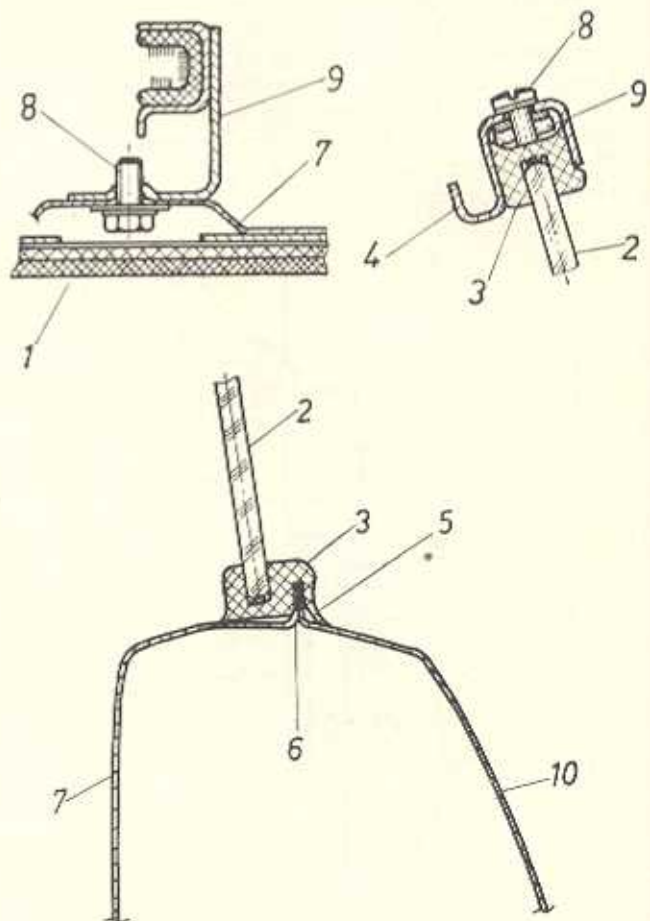

Bild K 34. Seitenscheibe der Hintertür
2. Ausbau der versenkbaren Scheibe der hinteren Tür (Bild K 34)
3. Ausbau der Seitenscheibe der hinteren Tür (Bild K 34)